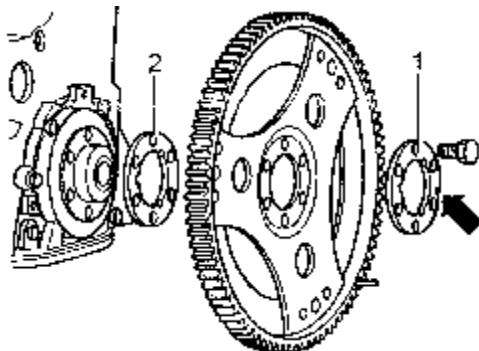

图 2-38 安装飞轮/传动盘
(2) 飞轮和传动盘的安装。用垫片 2 及衬板 1 安装飞轮/传动盘，凸缘 (箭头所示) 必须面对变矩器 (如图 2-38 所示)。至少插入 3 个旧紧固螺栓，以 $30\text{N} \cdot \text{m}$ 的力矩拧紧。